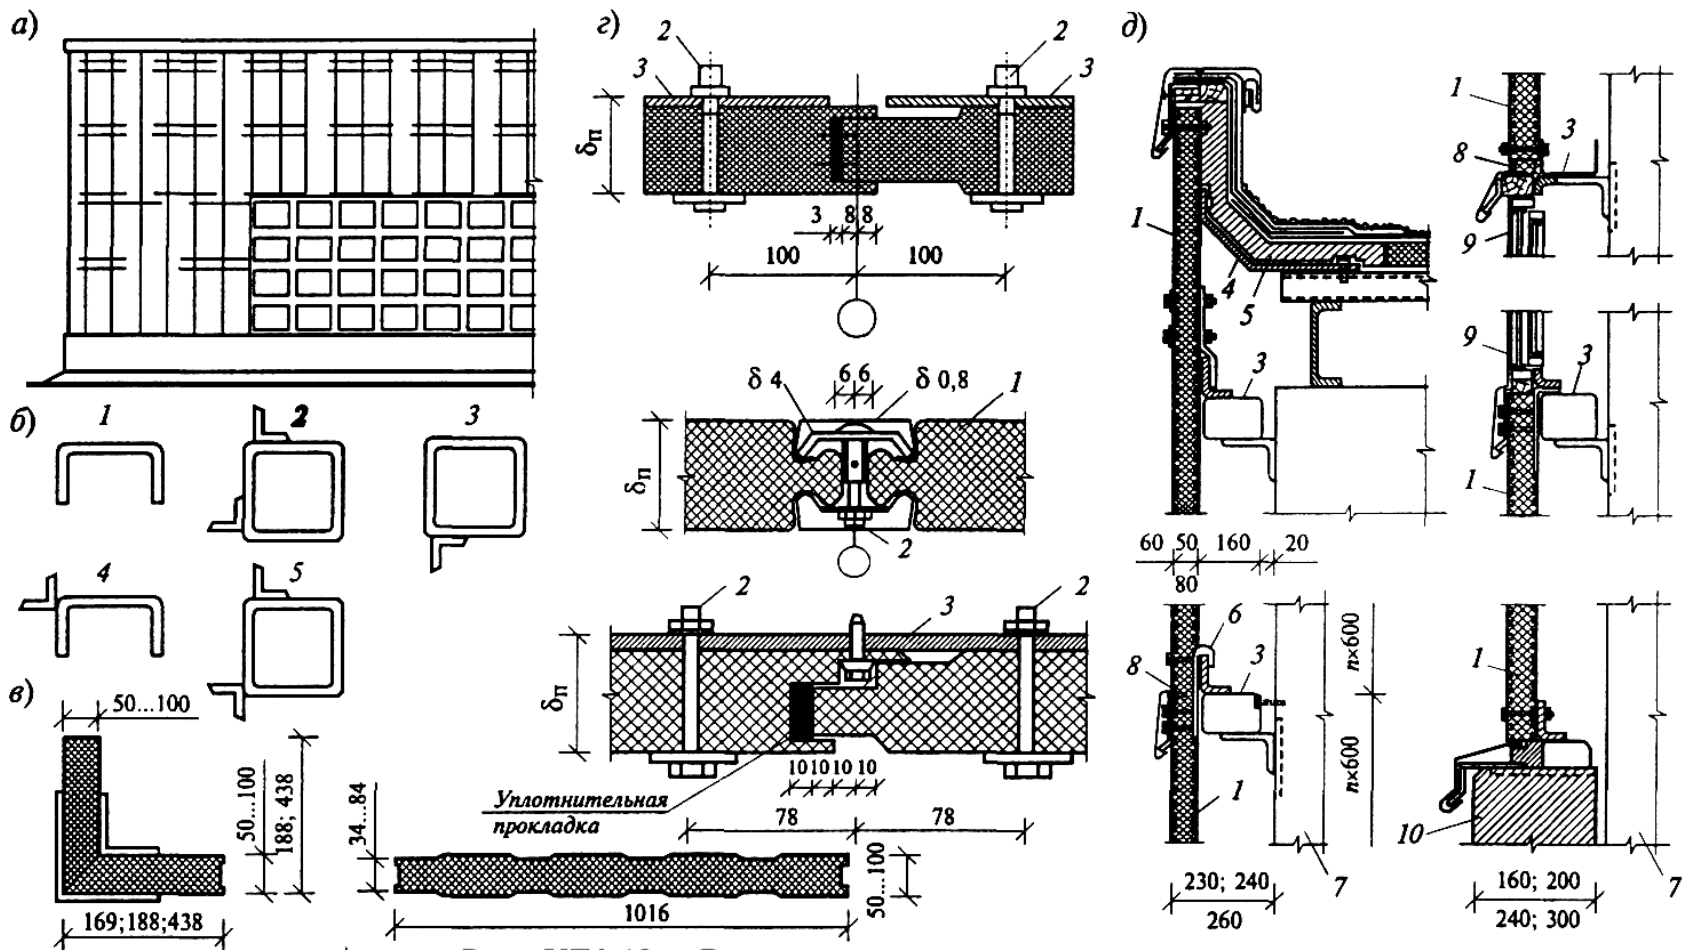

Рисунок 4.14 - Стены из металлических панелей:
*Стены листовой сборки* (рисунок 4.14) состоят из горизонтальных ригелей, обшивки из профилированных листов и пенополистирольных плит утеплителя. При возведении стен вначале устанавливают внутреннюю обшивку, затем теплоизоляцию и наружную обшивку. К ригелям стенового фахверка обшивка закрепляется самонарезающими болтами. Профилированные листы обшивки соединяют внахлестку и закрепляют комбинированными заклепками.
*Укрупненные панели стен* (рисунок 4.14, г) изготавливают на строительной площадке. К стальной раме из продольных и поперечных элементов прикрепляют внутреннюю обшивку, детали крепления, горизонтальные уголки. В два слоя укладывают плиты утеплителя и закрепляют наружную обшивку. Изготовленные панели устанавливают на цоколь либо на стальные опорные консоли, приваренные к колоннам, и закрепляют их болтами с крепежными накладками. Вертикальные швы заполняют утепляющей прокладкой и закрывают нащельником.
*Стены из трехслойных панелей* заводского изготовления (рисунок 4.14, б) усиливают ригелями фахверка, закрепленного на опорных консолях колонн. Панели (рисунок 4.14, в) изготавливаются шириной 1 - 1,5 м и длиной от 2,4 до 12 м. Они состоят из стальной обшивки, заполненной вспененным пенополиуретаном.
Панели устанавливают вертикально и закрепляют к ригелям фахверка (рисунок 4.14, д) болтами с накладными крюками. Вертикальные стыки панелей соединяются вшпунт или закрываются с двух сторон нащельником. В